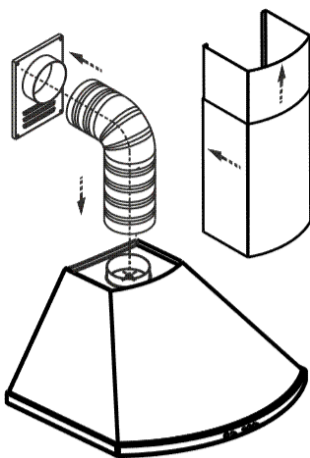
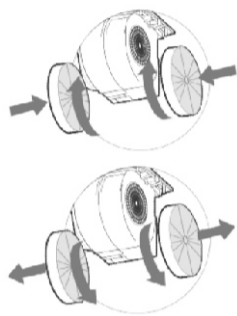

рис. 7
рис. 8
6.3 В зависимости от режима эксплуатации кухонной вытяжки соедините вентилятор с вентиляционной решеткой полужестким гофрированным воздуховодом (рис. 7) или установите на вентилятор угольные фильтры (рис.8). Угольные фильтры устанавливаются на защитные корпуса вентилятора путем легкого нажатия и поворота (рис. 8).
6.4 Установите фальштрубы (рис. 7).